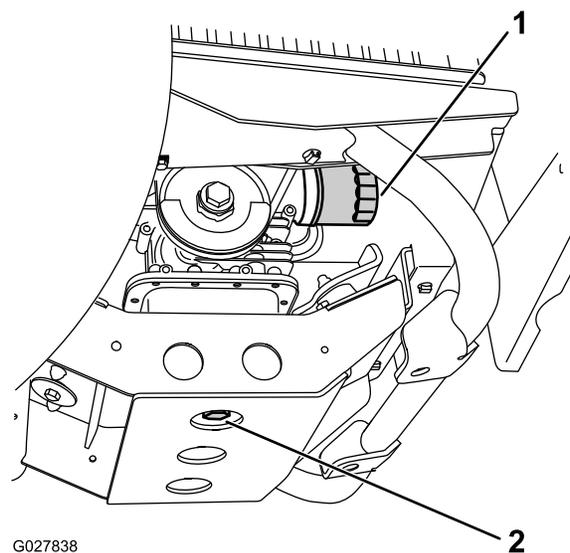

Figure 36
5. Placez un bac de vidange de 1,6 litre sous le bouchon de vidange (Figure 36).
6. Enlevez le bouchon de vidange (Figure 36).
7. Remettez le bouchon de vidange et le joint (Figure 36), et serrez le bouchon à un couple de 45 à 53 N·m.
2. Déposez le filtre à huile (Figure 36).
4. Vissez le filtre neuf sur l'adaptateur jusqu'à ce que le joint touche la plaque de montage, puis serrez-le de 1/2 à 3/4 de tour supplémentaire (Figure 36).